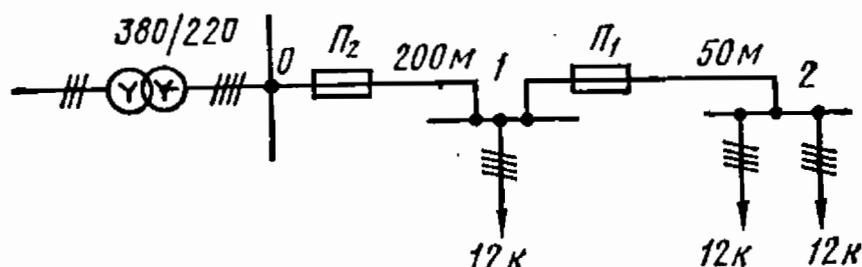

Рис. 17.24
17.24. Четырехжильный кабель с алюминиевыми жилами, проложенный в земле, питает группу строений из трех жилых домов, как указано на рис. 17.24. Нагрузка каждого дома равна 12 кВт при $\cos \varphi = 0,9$. Номинальное напряжение линии 380 В .